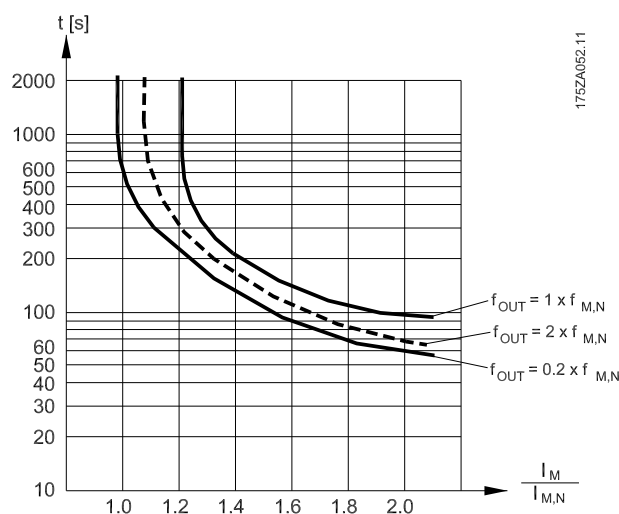

図 3.17 電子サーマル・リレー 特性
- 非同期モーター用電子サーマル・リレー (ETR) は、内部測定に基づいてバイメタル・リレーをシミュレートします。ETR は実際の電流、速度及び時間を測定して、モーター温度を算出し、警告やモーターへの電力切断を実施してモーターを過熱から保護します。ETR の特性を 図 3.17 に示します。